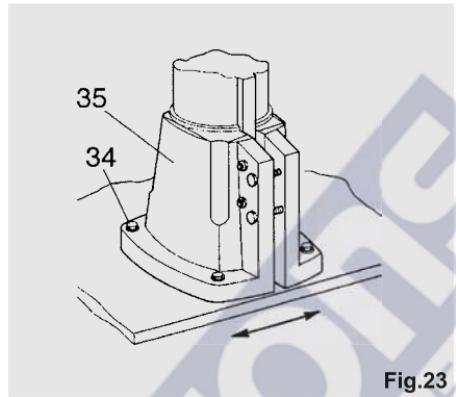

Fig.23
- Indstil på reguleringsstifterne (32), således at stangen flyttes, for at fjerne de fundne fejl.
- Sænk kile-stangen og stram kontramøtrikkerne (33).
Hvis man ikke er i stand til at fjerne de fundne fejl v.h.a. regulerings-skruerne, skal man slække skruerne (34) (se fig. 23) på soklen (35) og dreje den en smule.